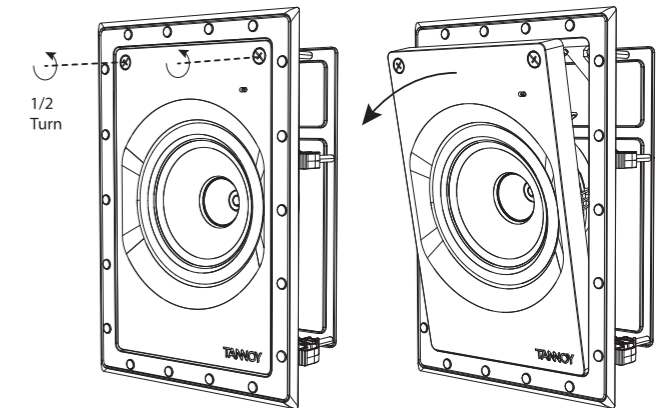

Fig. 4. Removing the Loudspeaker Assembly from the Frame
1. Il gruppo del deflettore dell'altoparlante viene spedito all'interno del telaio e deve essere rimosso come segue: Allentare le due viti di meno di mezzo giro, quindi inclinare il gruppo fuori dal telaio (Fig. 4). Conservarlo in un luogo asciutto e sicuro finché non è pronto per essere installato.